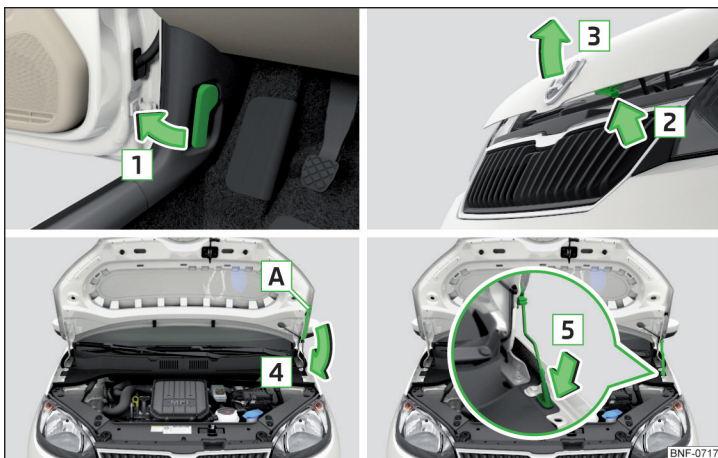

Fig. 106 Åbning af motorhjelms
- Træk i udløserarmen under instrumentpanelet i pilens retning  » Fig. 106.
- Tryk udløserarmen i pilens retning  » Fig. 106.
Løft aldrig motorhjelms ved at tage fat i udløserarmen » Fig. 106.